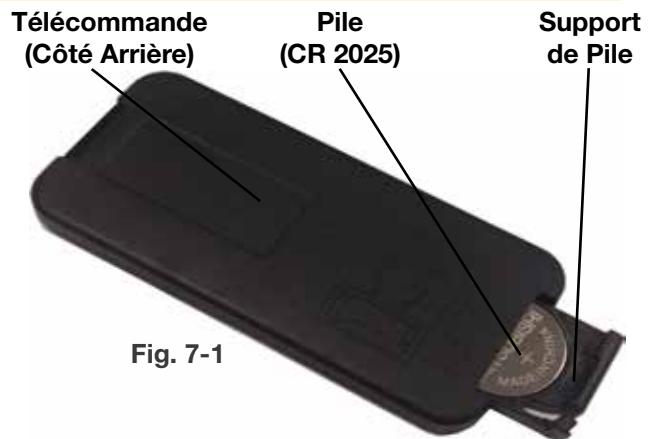

Fig. 7-1
- Pour retirer le support de pile, tournez la télécommande vers l'arrière et appuyez sur le levier latéral gauche vers le centre tout en tirant le support de pile à l'aide de la fente fournie (**Fig. 7-1**).